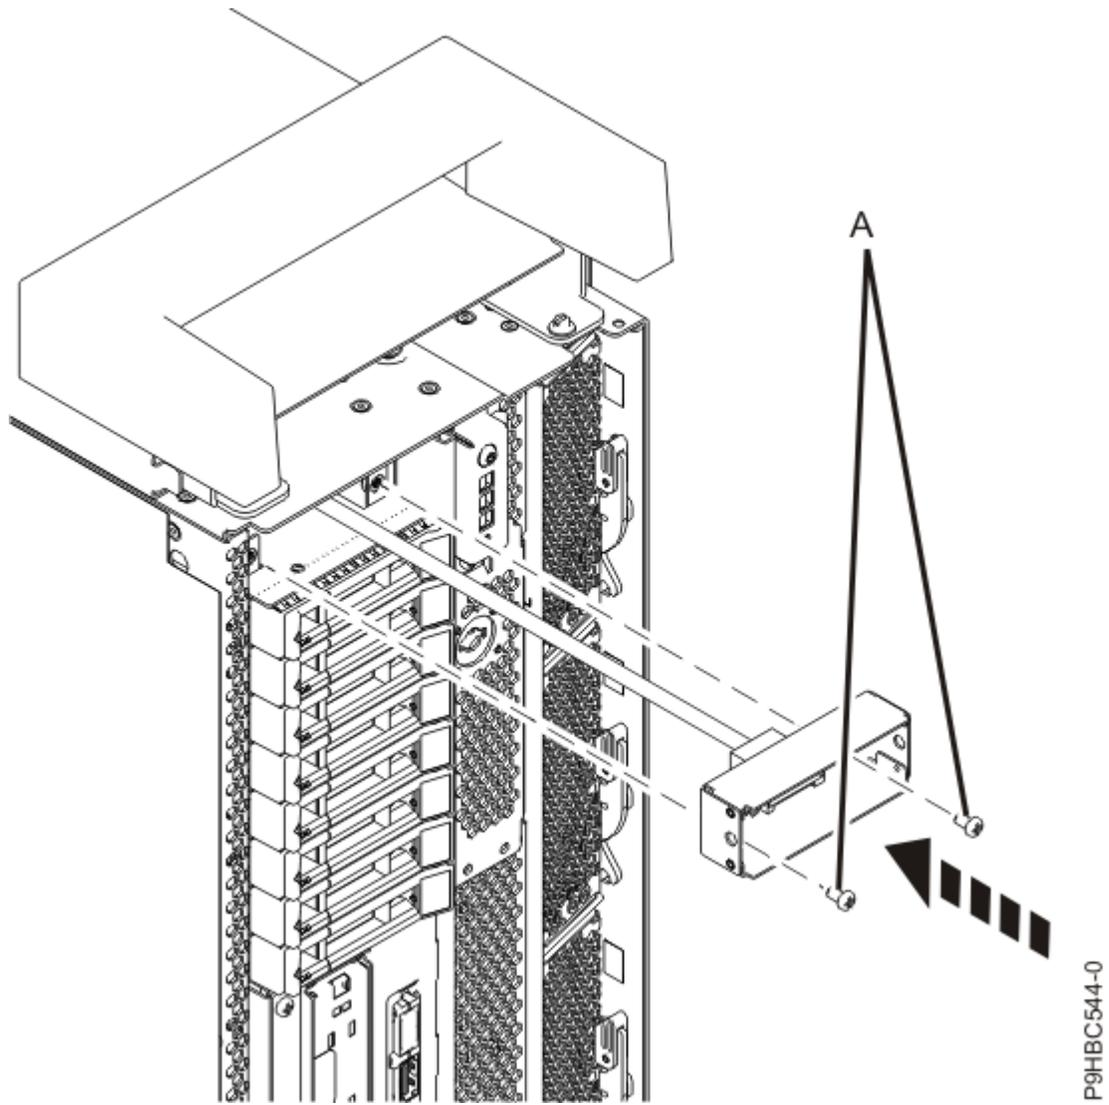
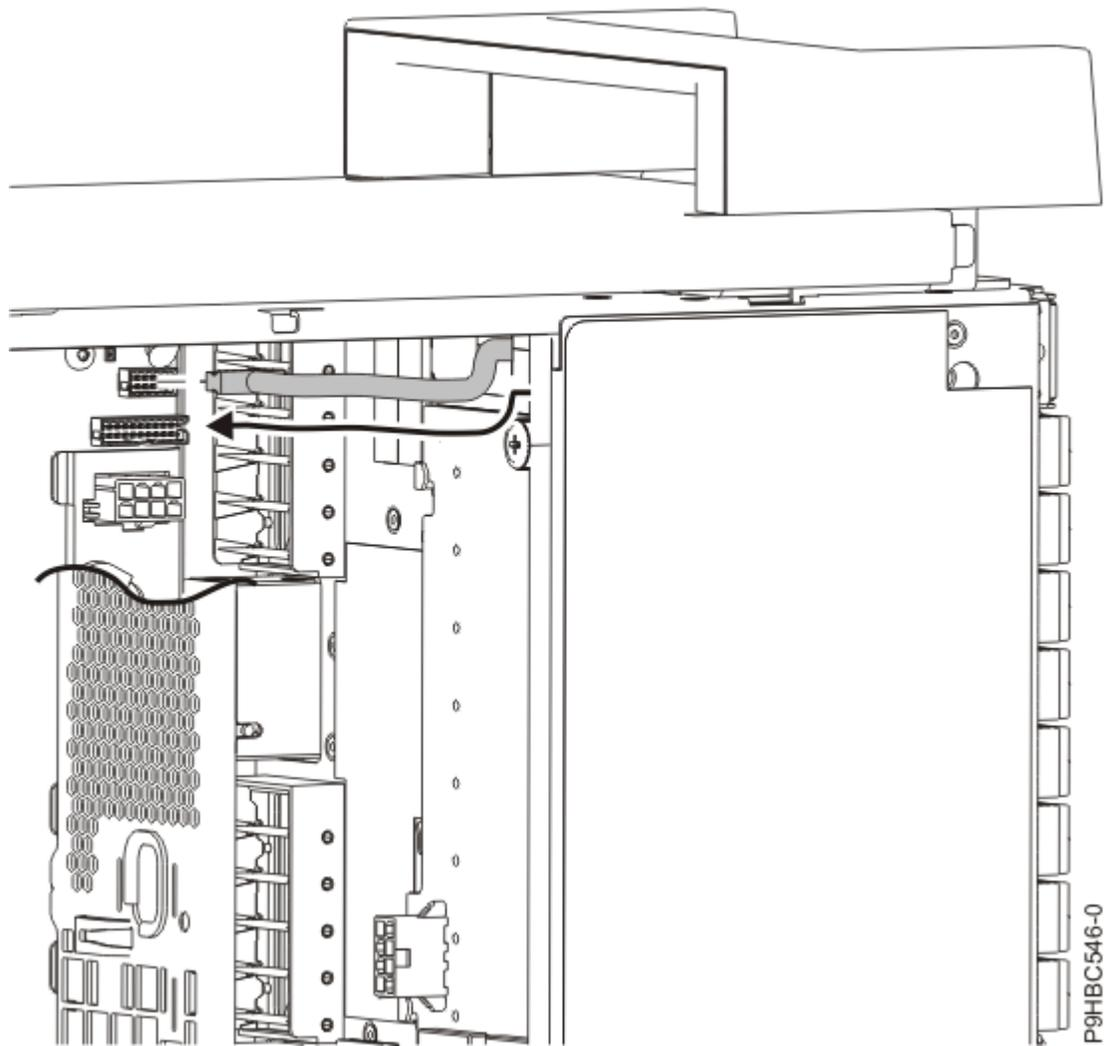

Abbildung 122. Steuerkonsolenanzeigekabel bei einem Standalone-System einsetzen
Abbildung 123. Steuerkonsolenanzeigekabelpfad bei einem Standalone-System
4. Setzen Sie beim Standalone-System das Steuerkonsolenanzeige kabel in das System ein (siehe Abbildung 122 auf Seite 129 und Abbildung 123 auf Seite 130).
Befestigen Sie das Steuerkonsolenanzeigegehäuse mit den beiden Schrauben **(A)** am System (siehe Abbildung 122 auf Seite 129).